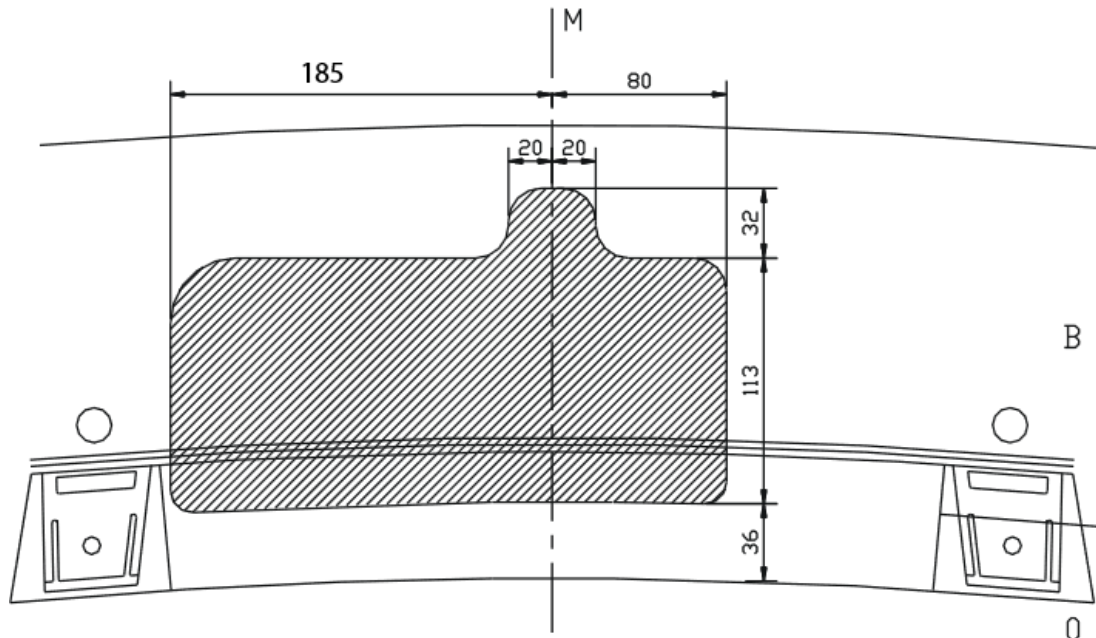

Fig. 1 - T45
2. Breng de trekhaak met de draagarmen via de vrijgekomen openingen achteraan het voertuig in de chassisbalken tot de punten (B) passen met de voorziene boringen aan de buitenzijde van de chassisbalk, deze boringen kunnen afgedicht zijn met tape die men dan moet verwijderen. Breng de bouten en rondsels in en schroef alles degelijk vast (zie aanhaalmomenten). De punten (A) worden niet gebruikt!
**OPMERKING :** Voor de standaard trekhaak T45 zie fig. 1